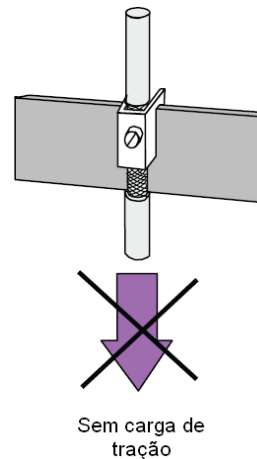

Figura 1.13 – Não usar a conexão de blindagem como descarga de tensão
- Não utilize a conexão de blindagem como descarga de tensão, uma vez que isso pode reduzir a eficácia da ligação e danificar a blindagem do cabo (Figura 1.13). Uma exceção ocorre quando forem usadas partes projetadas especificamente para este propósito;